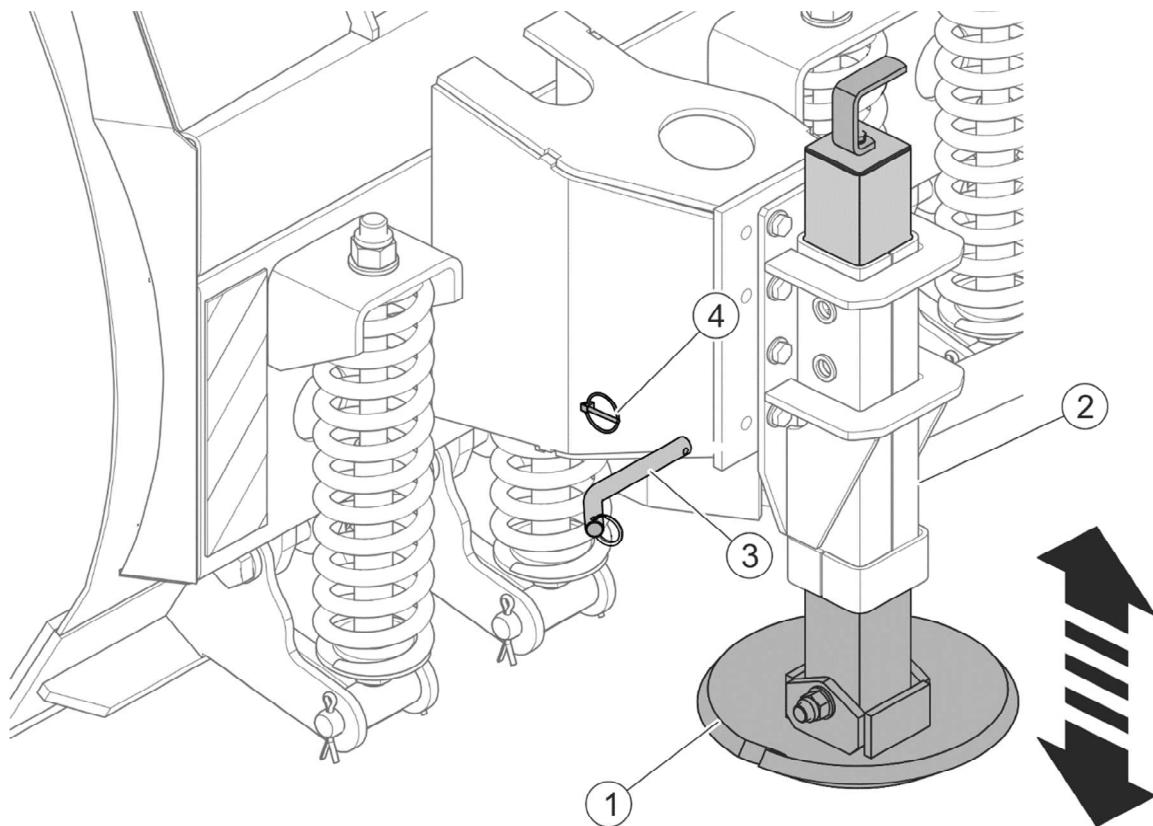

РИСУНОК 4.9 Регулирование рабочей высоты в снегоотвалах, оснащенных скользунами
В снегоотвалах, оснащенных скользунами (РИСУНОК 4.9), регулирование рабочей высоты осуществляется путем перемещения скользуна (1) вверх или вниз в направляющей (2), для чего необходимо сначала вынуть блокировочный шплинт (3). Положение скользуна в направляющей можно изменять через каждые 12 мм, используя для этого одно из двух отверстий в направляющей. Требуемая высота скользунов фиксируется шплинтом (3) и страховочной чекой (4). Скользуны правого и левого отвалов должны располагаться на одинаковой высоте.